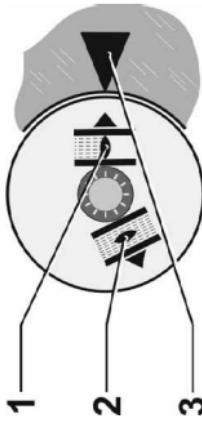
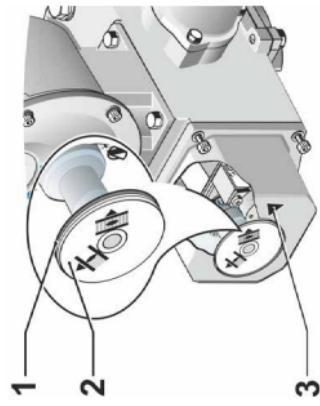

Abb. 1: Symbole Stellungsanzeiger
Abb. 2: Stellungsanzeiger einstellen
(Siehe Abb. 1, Pos. 1 und 2).
3. Weiße Scheibe mit ZU-Symbol (Abb. 2, Pos. 1) so weit drehen, bis das Symbol für Endlage ZU (Abb. 1, Pos. 1) und die Pfeilmarke (3) in der Sichtscheibe des Deckels übereinander liegen.
5. Weiße Scheibe (Abb. 2, Pos. 1) festhalten und durchsichtige Scheibe (2) so weit drehen, dass das Symbol für AUF (Abb. 1, Pos. 2) und die Pfeilmarke (3) übereinander liegen.